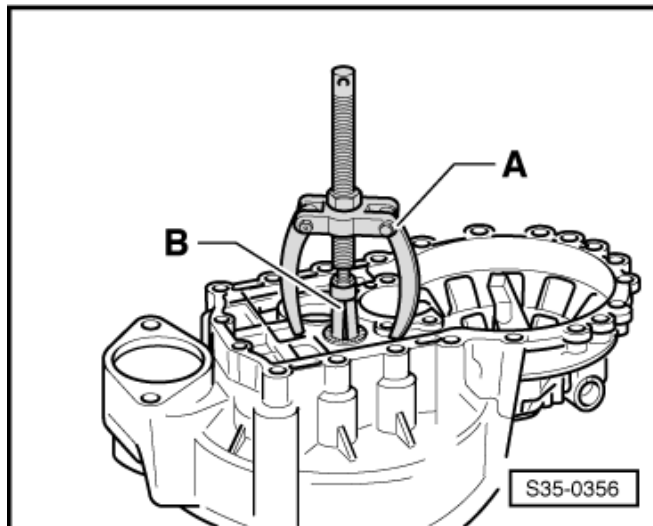

Abb. 2: Nadelhülse -A- in das Kupplungsgehäuse einpressen ►
- ☐ einpressen ⇒ Abb. 2 in **35-3** Seite 2